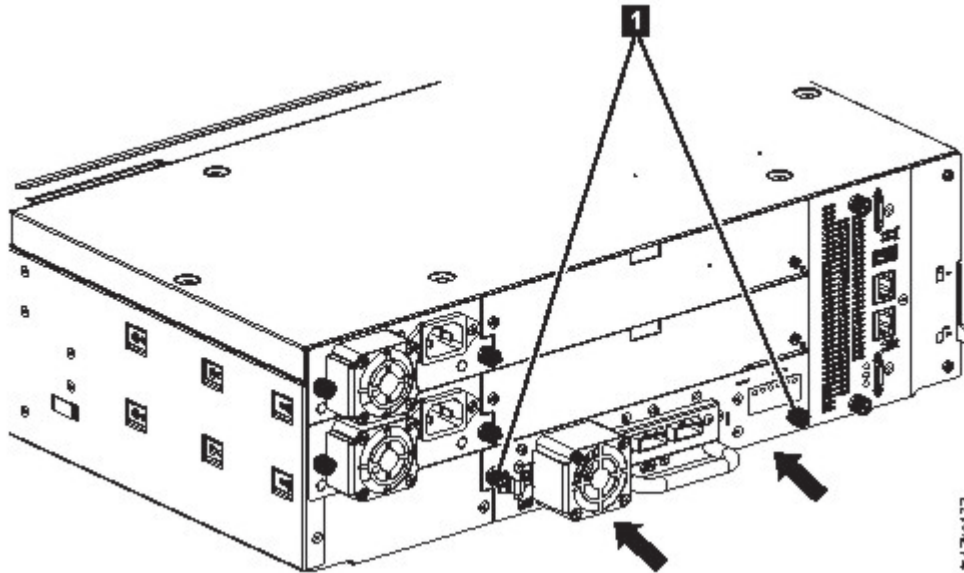

Figure 61. Installation d'une unité de bande
- Serrez les vis moletées captives (**1** dans la Figure 61 on page 112) avec vos doigts jusqu'à ce que l'unité de bande soit bien fixée.